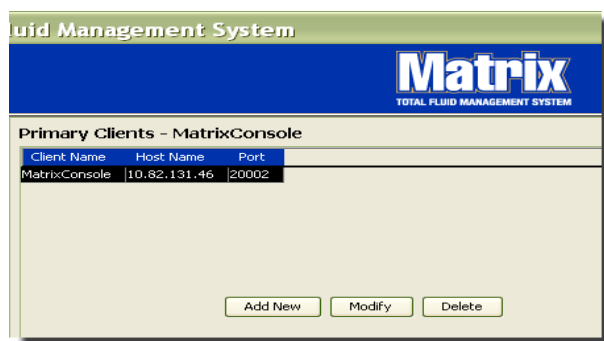

FIG. 79
4. Pour ajouter des clients primaires, sélectionnez le bouton "Add New" (Ajouter nouveau) (Fig. 79).